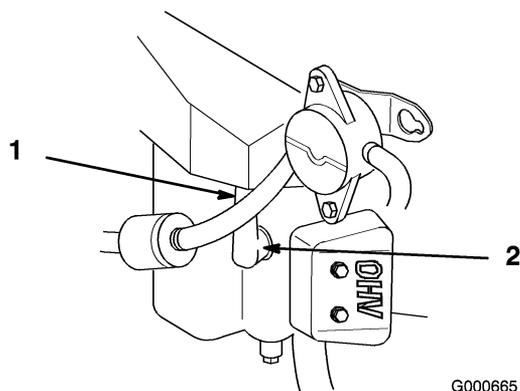

Figure 36
3. Débranchez les bougies (Figure 36). Nettoyez la surface autour des bougies pour éviter que des impuretés endommagent le moteur en tombant à l'intérieur.
3. Connectez les bougies (Figure 36).